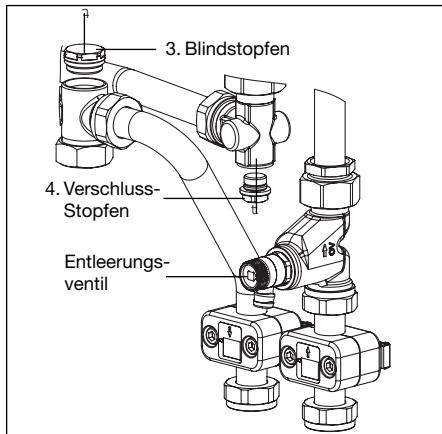

Abb. 6.9 Ausbau der Einzelteile 1341271/ 1341274
- Die gesamte Wohnungsstation „Regudis W“ entleeren. (z.B. mit Hilfe des Entleerungsventils Abb. 6.9).